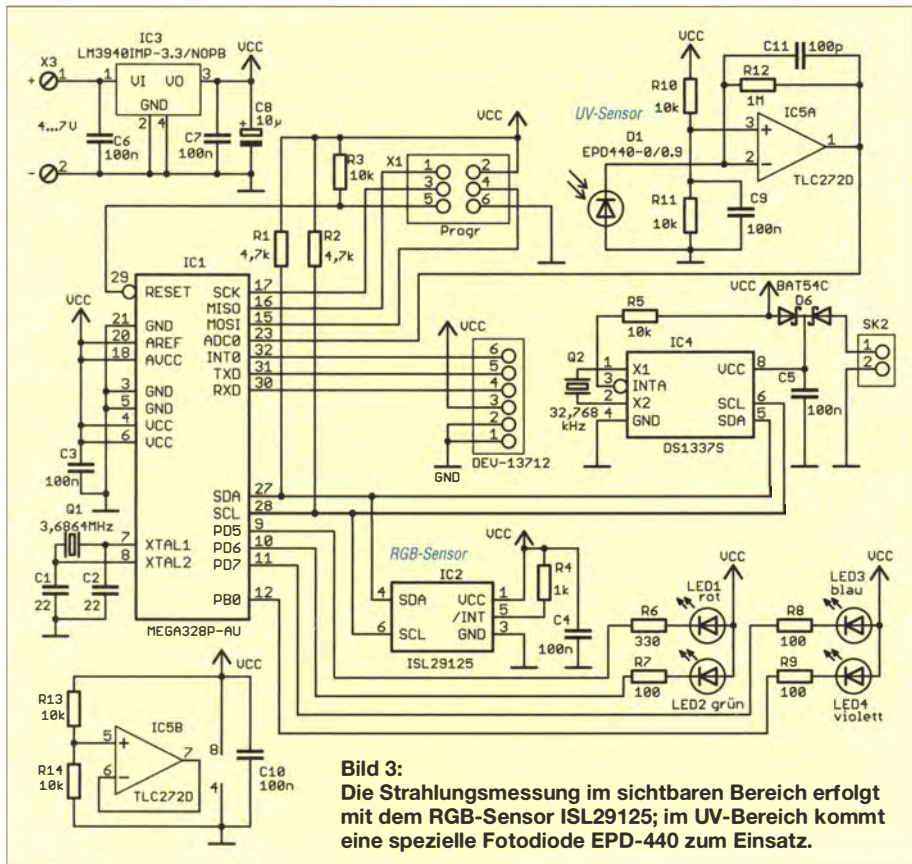

Bild 3: Die Strahlungsmessung im sichtbaren Bereich erfolgt mit dem RGB-Sensor ISL29125; im UV-Bereich kommt eine spezielle Fotodiode EPD-440 zum Einsatz.
Die Schaltung des Strahlungsmessgeräts ist in Bild 3 dargestellt. Die Steuerung des Messvorgangs übernimmt IC1, ein Mikrocontroller ATmega328. Die Messdaten werden auf einer Mikro-SD-Karte gespeichert. Um den Prozess zu vereinfachen, setzen wir hierfür das OpenLog-Modul DEV-13712 von Sparkfun ein, welches an SK1 angeschlossen ist. Da die Messdaten zeitlich zugeordnet werden müssen, ist über den I²C-Bus der RTC-Uhrenschaltkreis DS1337S mit dem Controller verbunden. An die Pins 9 bis 12 des Controllers sind vier LEDs angeschlossen. Die LED-Farben symbolisieren den Wellenlängenbereich der gemessenen Strahlung.
Für eine quadratische Schleife mit $D = 100$ mm und $\lambda = 2$ m errechnet sich damit ein R_S von knapp 0,2 Ω . In Bild 3 ist der Verlauf von R_S über den auf λ bezogenen Schleifendurchmesser D für eine quadratische (rot) und eine runde (grün) Magnetic Loop grafisch dargestellt. Die Verhältnisse für $D = 100$ mm zeigt der gestrichelt eingezeichnete Pfeil. Man erkennt deutlich den Vorteil des etwas verlustärmer anpassbaren höheren Strahlungswiderstands R_S der quadratischen gegenüber einer runden Schleife bei gleichem Durchmesser. Gleichung (2) beschreibt jedoch nur den Verlauf von R_S in einer ungestörten Antennenumgebung. In der Realität wird R_S über den Koppelfaktor $k = 0 \dots 1$ als Serienstrahlungswiderstand R_{SS} transformiert, der in Reihe zu L , C und dem Verlustwiderstand R_{SV} der Schleife liegt (Bild 2, rechts). Die mathematische Beziehung lautet